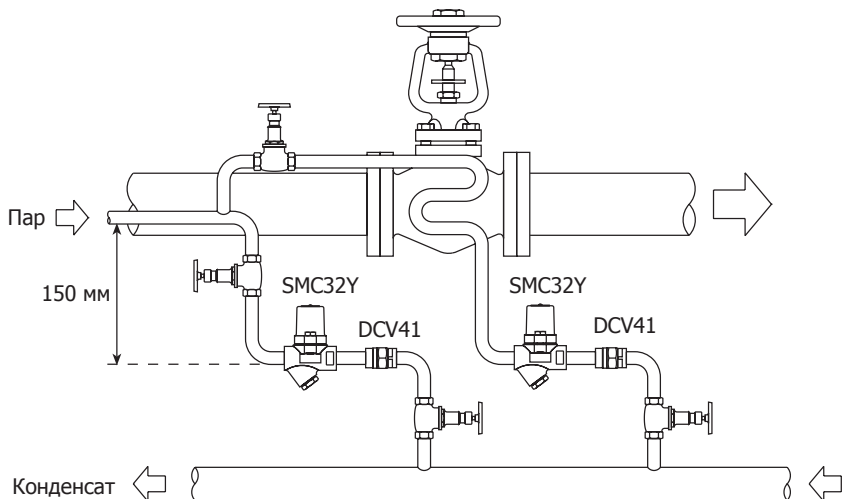

Рис. 3 Спутниковый паропровод, обогрев оборудования
- 3.4** Конденсатоотводчик может устанавливаться как на горизонтальных так и на вертикальных трубопроводах. Необходимо перед конденсатоотводчиком предусмотреть участок охлаждения (обычно достаточно 150 мм, см. рис. 3). Если биметаллический конденсатоотводчик применяется в том случае, когда надо отводить переохлажденный (относительно температуры насыщения) конденсат, перед конденсатоотводчиком необходимо иметь участок трубы для охлаждения конденсата длиной как минимум 1 - 2 м.